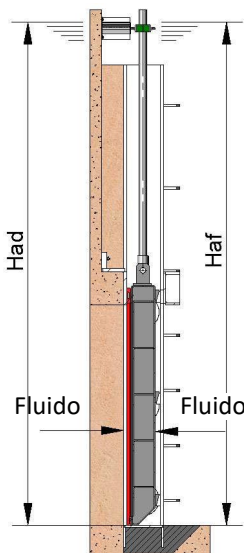
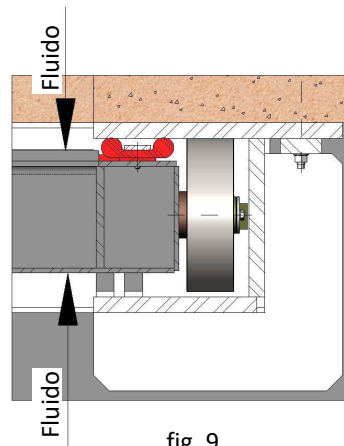

fig. 10
fig. 9
- BIDIRECCIONAL: (fig. 9 e fig. 10)